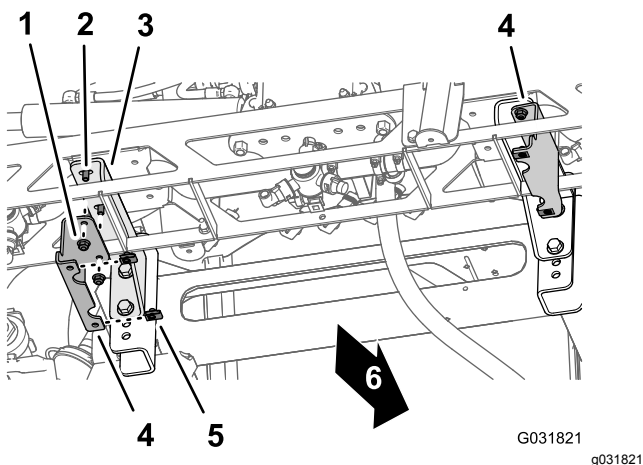

Figura 41
3. Rimuovete i 2 dadi di bloccaggio flangiati ($\frac{3}{8}$ ") che fissano la staffa del supporto della copertura di sinistra alla staffa di supporto sinistra per la sezione della barra centrale e rimuovete la staffa di supporto della copertura (Figura 41).
4. Avvitare i 2 dadi di bloccaggio flangiati ($\frac{3}{8}$ ") sui bulloni a testa flangiata ($\frac{3}{8}$ " x 1") della staffa di supporto sinistra per la sezione della barra centrale (Figura 41) e serrate il bullone e il dado a 37–45 N·m.
5. Ripetete i passaggi 3 e 4 per la staffa di supporto della copertura e la staffa di supporto per la sezione della barra centrale sul lato destro della sezione della barra centrale (Figura 41).
6. Rimuovete i dadi a graffetta dalle staffe di supporto della copertura di sinistra e destra (Figura 41).